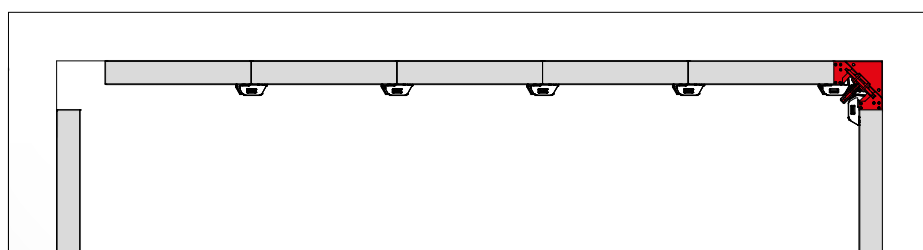

Fig. 36.3
3. Retirer l'angle intérieur décoffrant par le haut, puis décoffrer les panneaux (Fig. 36.3).